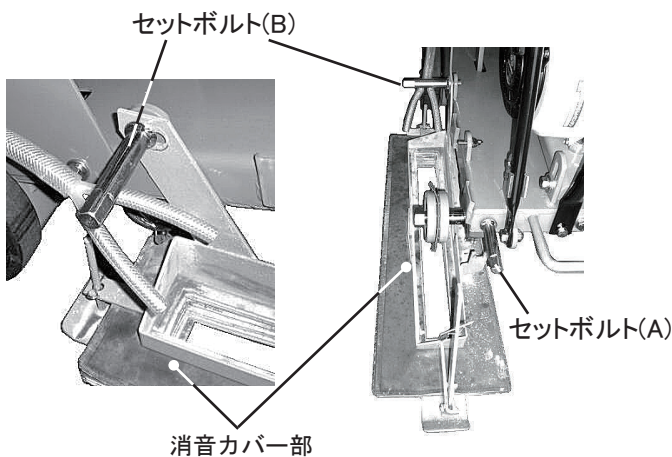

図 17
1. 消音カバー部をセットボルト(B)で本体右側に取り付けます。（図17）
3. 消音カバー部をセットボルト(A)で本体前側に取り付けます。（図17）